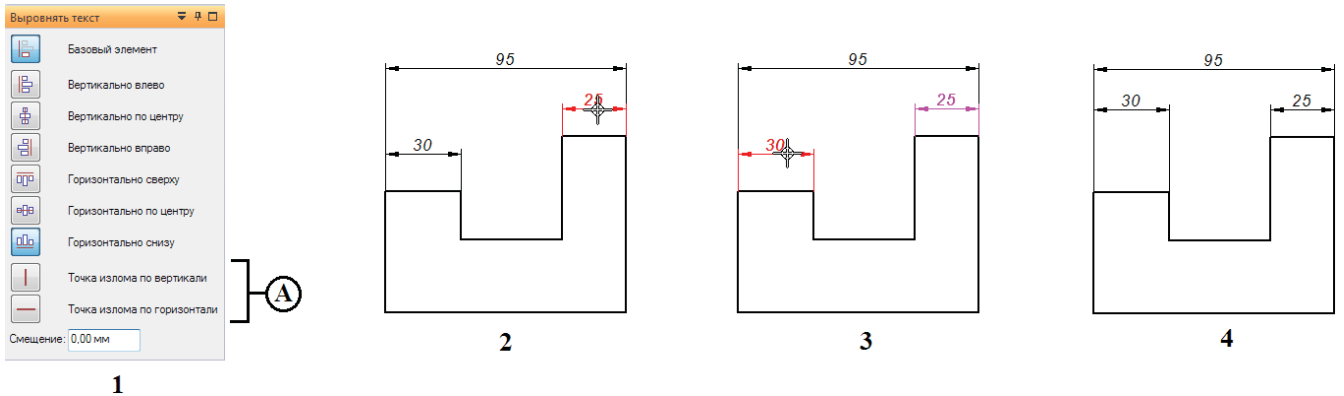

Рис. 2.9.39. Выравнивание текста размеров
Если необходимо выравнивать текст уже построенных линейных размеров относительно базового размера, следует воспользоваться командой **Выровнять текст**  (рис. 2.9.39) из группы **Размеры**, задав в меню команды нужный вариант выравнивания и, при необходимости, смещение текста (1). Указав в качестве варианта **Точка излома по горизонтали/вертикали** (А), можно выравнивать размеры по точкам выносной линии, а не по тексту размера. Далее необходимо выбрать базовый размер (2) и выравниваемый размер (3, один или несколько, доступен выбор рамкой), после чего размеры будут выровнены (4).